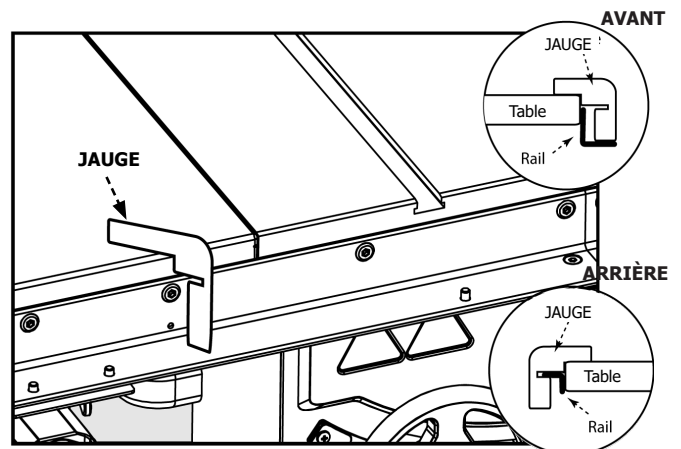

FIGURE 5
3. Utilisez le gabarit d'alignement des rails fourni pour vous assurer que le rail est à la bonne distance du haut de la table, de chaque côté de la table en fonte. (Fig. 5)